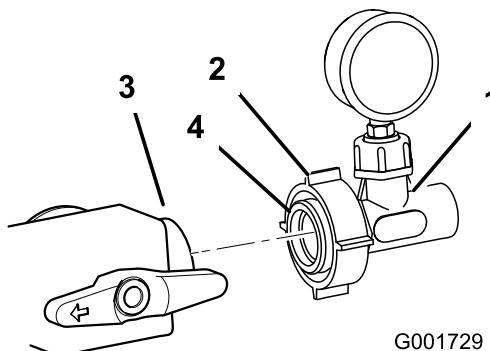

Figure 16
précédemment (Figure 16). Serrez l'écrou en plastique pour fixer l'ensemble sur le distributeur.
16. Graissez légèrement le joint torique de l'adaptateur avec du lubrifiant qui n'est pas à base de pétrole, comme de l'huile végétale (Figure 16).